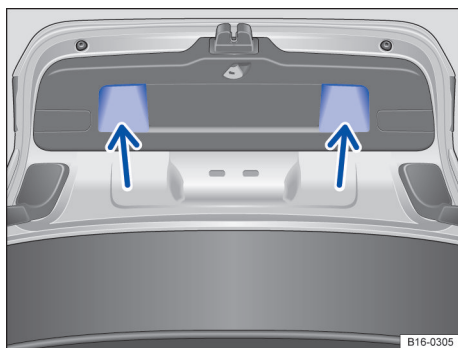

Fig. 63 Tampa traseira aberta: rebaisos (setas) para puxar e fechar.
- Puxar a tampa traseira pelo rebaixo no revestimento interno → Fig. 63 com impulso para baixo, de modo que se encaixe na fechadura → .